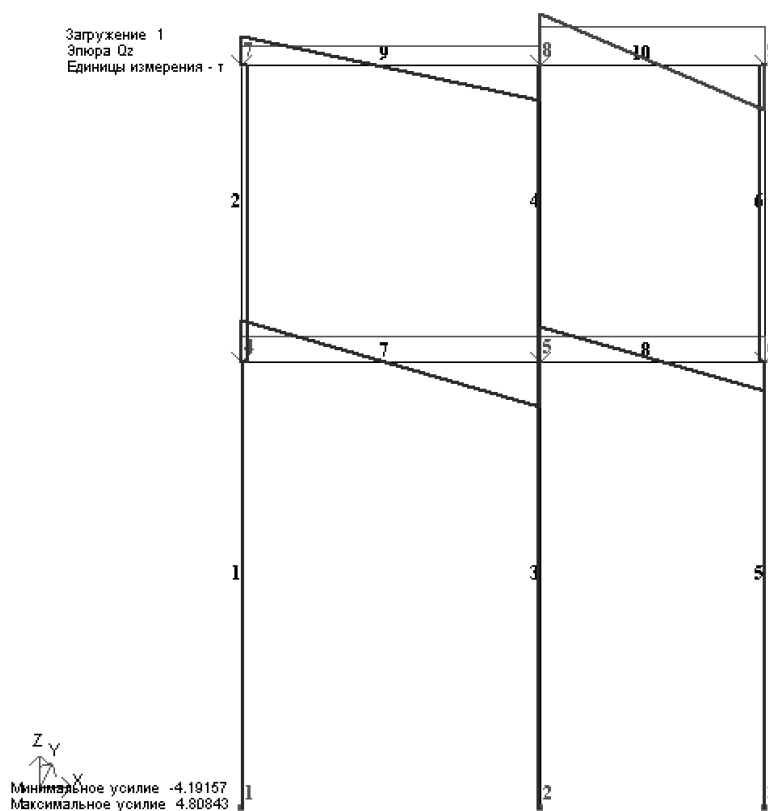

Рис.1.18. Эпюры поперечных сил Q_z
- Для вывода эпюры Q_z (рис. 1.18), выполните пункт меню **Усилия** ⇒ **Эпюры** ⇒ **Эпюры поперечных сил (Q_z)** (кнопка  на панели инструментов).